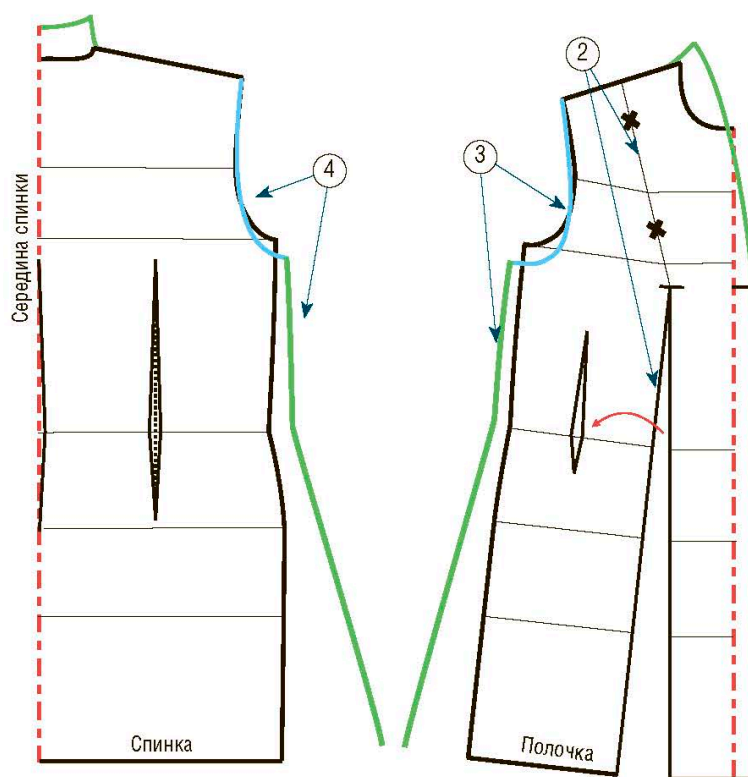

Рис. 2
② **Полочка.** Расположите боковую часть полочки таким образом, чтобы закрыть вытачку от плеча. Аккуратно соедините две стороны вытачки и скрепите их скотчем (см. рис. 2). Затем переместите вытачку на талии (см. пояснения на с. 44–46).
③ Внесите изменения в линию проймы, чтобы затем прикрепить к ней головку правого рукава. Для этого опустите пройму на 4–6 см (в зависимости от размера одежды и толщины ткани). Потом добавьте к обхвату груди базовое расширение, около 2 см, чтобы жакет получился более просторным или более широким (до 4 см), в зависимости от личных предпочтений. При помощи кальки перенесите боковую линию: поднимите ее, начиная от края скорректированной линии проймы (голубая линия), а затем сместите вниз примерно на 10–15 см (зеленая линия на полочке, рис. 2).
④ **Спинка.** Придайте спинке дополнительную ширину. Так же как это было сделано с полочкой, то есть расширьте и опустите линию проймы (голубая линия на рисунке). При помощи кальки перенесите боковую линию полочки на выкройку спинки, сохраняя тот же наклон, что и на полочке (зеленая линия на рисунке).